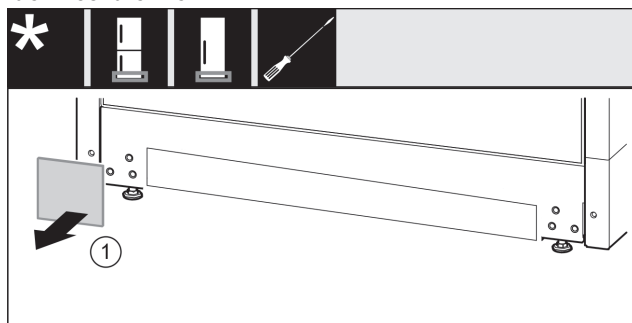

Fig. 31
- ▶ Vegye le a fedelet Fig. 31 (1).